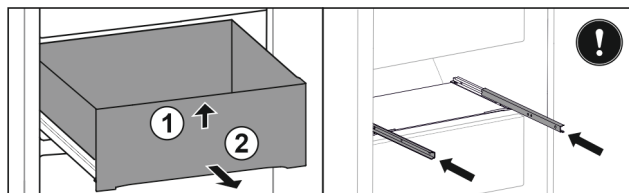

Fig. 113
- ▶ Nadzvedněte zásuvku vpředu. Fig. 113 (1)
- ▶ Vyjměte zásuvku dopředu. Fig. 113 (2)